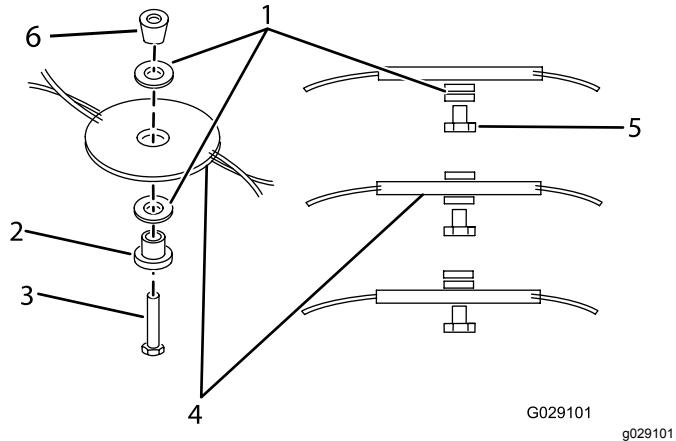

Figura 23
- Retire a flexiblade rodando o parafuso no sentido contrário ao dos ponteiros do relógio (Figura 23) e guarde o equipamento de montagem.
- Instale a nova flexiblade rodando o parafuso no sentido dos ponteiros do relógio (Figura 23) e instale o equipamento de montagem.